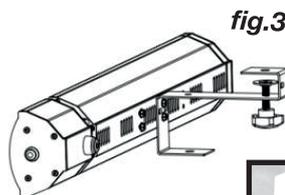

fig.3
la stufa deve trovarsi ad un'altezza minima di 1,80 m dal suolo e deve intercorrere una distanza di almeno 40 cm con le pareti laterali (come illustrato in **fig.3**).
2 Utilizzare le due **viti (D)** in dotazione, aiutandosi con un cacciavite, per fissare la **staffa A** alla stufa. È possibile fissare la staffa con due orientamenti differenti a seconda delle proprie esigenze (fig.2 e fig.3)